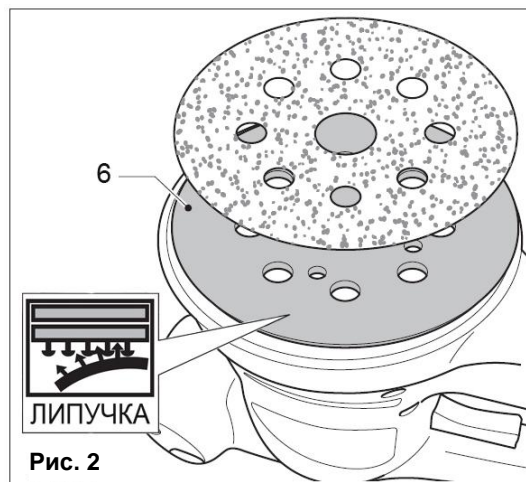

Рис. 2
- Подцепите край шлифовального диска, и движением руки вверх, разъедините «липучку». Удалите использованный шлифовальный диск (См. Рис.2).